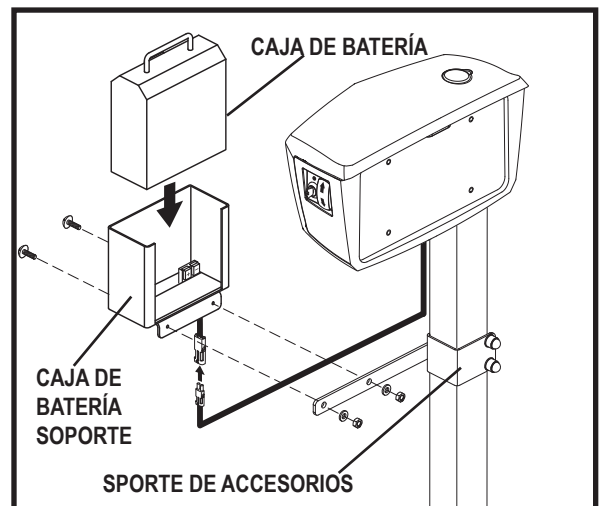

Figura 10. Instalación de la batería interna
3. Alinee los orificios en el soporte de la batería con los orificios en el soporte de accesorios. **Ver figura 10.**
4. Sujete el soporte de batería al soporte de accesorios con las piezas suministradas. **Ver figura 10.**
6. Enchufe el cable de batería en la parte inferior del soporte al conector de acoplamiento conectado al motor. **Ver figura 10.**